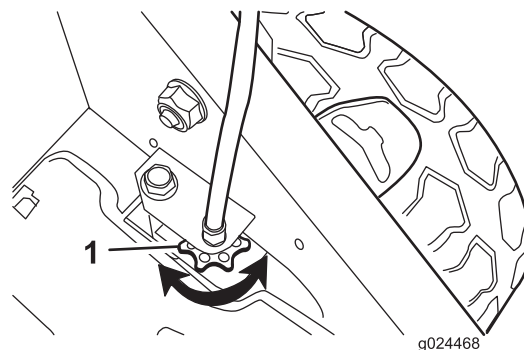

Bild 25
- Wenn sich die Räder nicht bei eingekuppeltem Selbstantriebsbügel drehen, ist der Treibriemen zu lose. Drehen Sie das Steuerhandrad für den Radantrieb (Bild 25) um eine Umdrehung nach rechts und wiederholen Sie die Schritte 4 bis 6.
- Wenn sich die Räder drehen, bevor der Selbstantriebsbügel ganz eingekuppelt ist, ist der Treibriemen zu fest. Drehen Sie das Steuerhandrad für den Radantrieb (Bild 25) um eine Umdrehung nach links und wiederholen Sie die Schritte 4 bis 6.